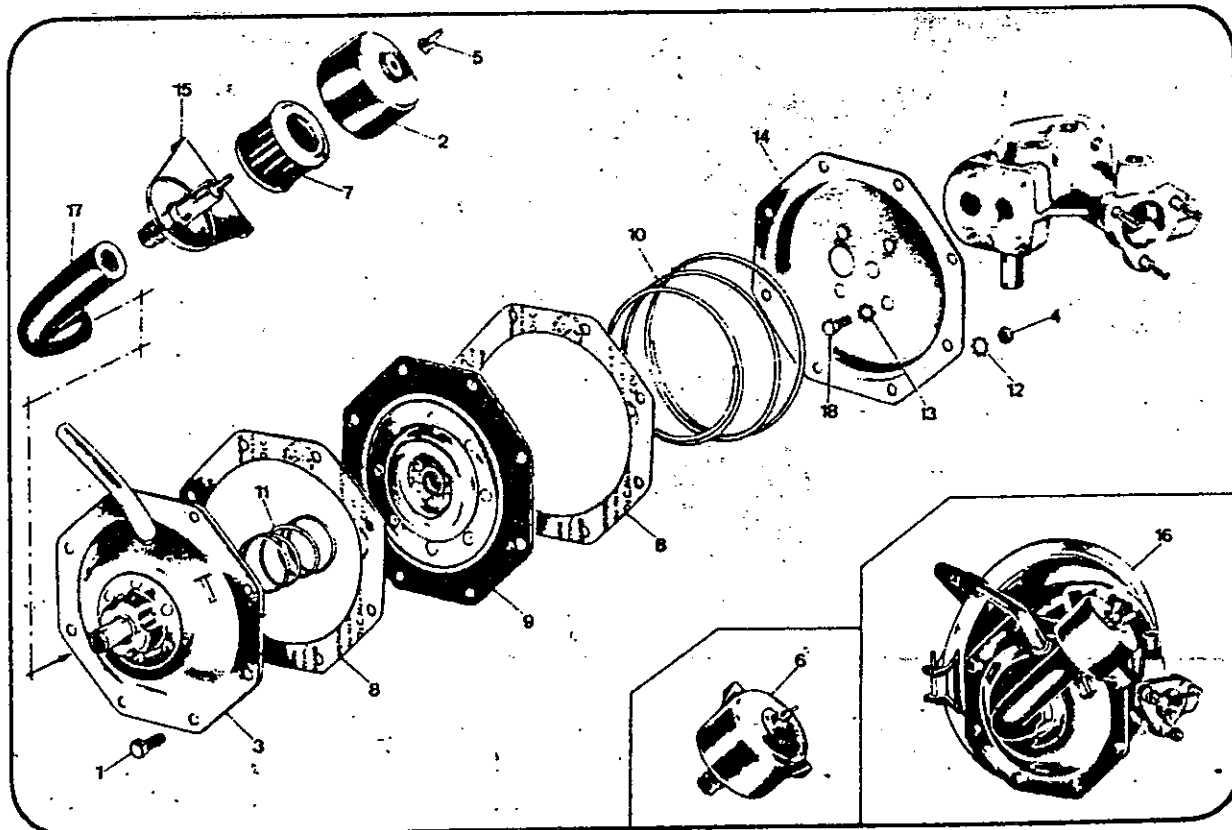

Fig. 05/04 - Distributeur servo-frein (Du Catalogue Pièces Détachées)
- Nettoyer et contrôler le piston pour maître-cylindre (n. 26 - fig. 05/03) en contrôlant qu'il n'y ait pas de rayure dans le siège pour joints (n. 7 - fig. 05/03).